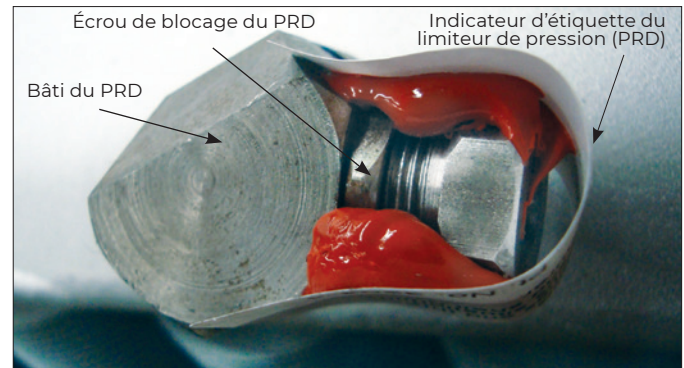

Figure 1
- ☐ La présence de fuites dans le limiteur de pression. Consulter Figure 1, page 5 et se référer à A.3 Annuel, page 4 pour des instructions supplémentaires.
9. La pression de purge du limiteur de pression (PRD) est réglée en usine. Ne pas toucher à l'écrou de blocage. (Voir Figure 1, page 5.)